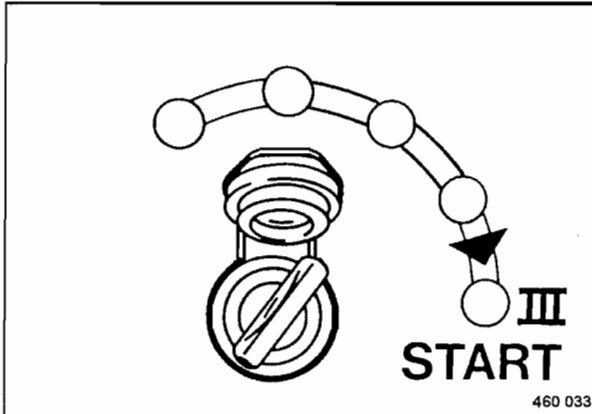

Fig. 45
- Después de haberse apagado la lámpara de control del precalentamiento girar la llave de encendido en posición "III"(Fig. 45) . El motor de arranque gira el motor.